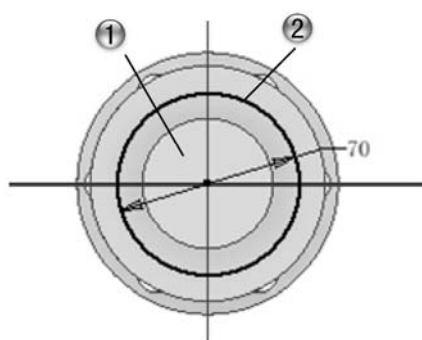

图 1-45 绘制圆形草图
① 选择模型平面，绘制二维图形。
② 单击【草图】选项卡【创建】面板中的【圆】按钮, 绘制直径为 70 的圆形，如图 1-45 所示。